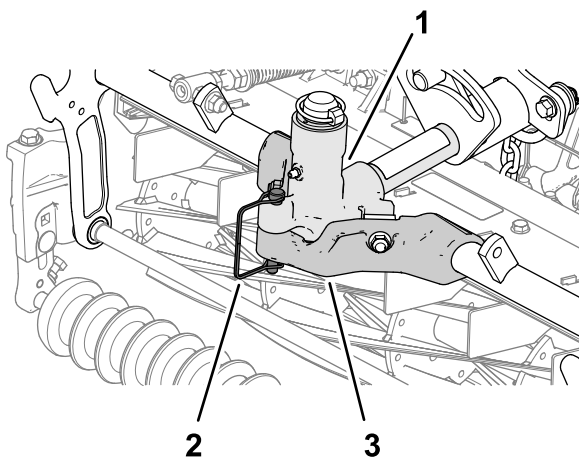

Figure 45
1. Fixez le bâti porteur de l'unité de coupe sur la chape du pivot avec la goupille à fermoir, comme montré à la Figure 45.